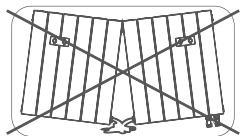

рис. 2
7.4. Для монтажа радиаторов с числом секций до 12 используйте 2 кронштейна, для 12 и более 3 кронштейна. Кронштейны располагаются сверху (рис. 2).